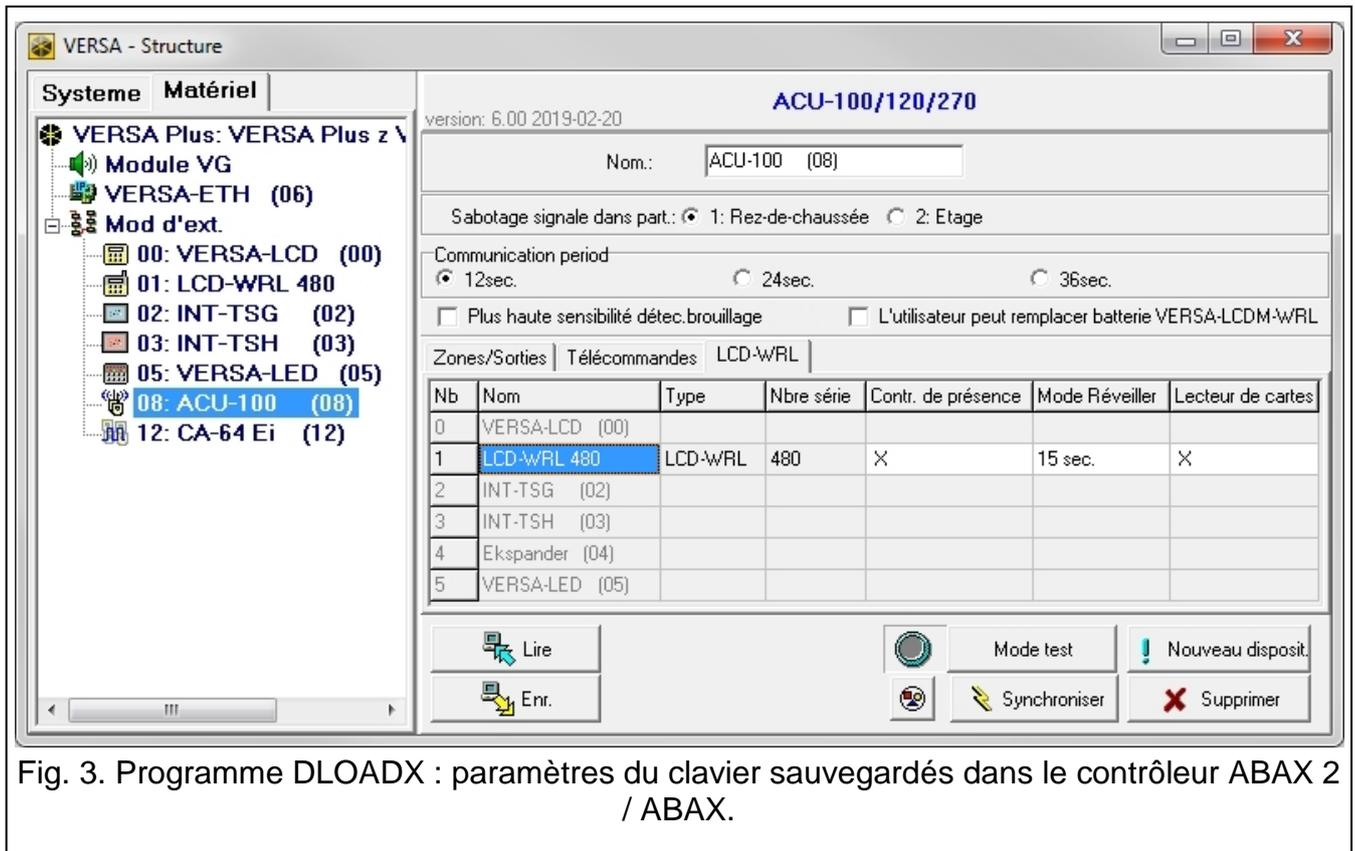

Fig. 3. Programme DLOADX : paramètres du clavier sauvegardés dans le contrôleur ABAX 2 / ABAX.
Vous pouvez ajouter des claviers sans fil dans la fenêtre « VERSA – Structure », onglet « Matériel » en cliquant sur le nom du contrôleur ABAX 2 / ABAX dans la liste des dispositifs, puis sur l'onglet « LCD-WRL » (voir : fig. 3 p. 7).
Vous pouvez supprimer des claviers sans fil dans la fenêtre « VERSA – Structure », onglet « Matériel » en cliquant sur le nom du contrôleur ABAX 2 / ABAX dans la liste de dispositifs, ensuite sur l'onglet « LCD-WRL » (voir : fig. 3 p. 7).
- programme DLOADX : →fenêtre « VERSA – Structure » →onglet « Matériel » →branche « Modules d'extension » →[nom du contrôleur] →onglet « LCD-WRL » (voir : fig. 3).